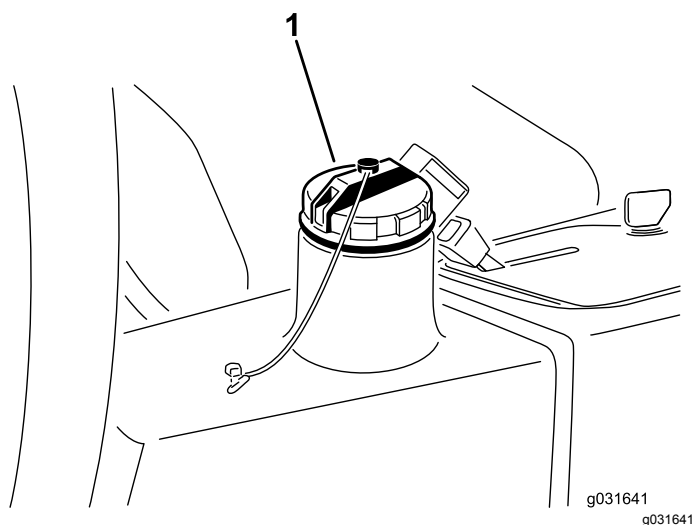

図 62
2. 油圧オイルタンクの注油口とキャップの周辺をきれいに拭く 図 62。
3. オイルタンクのキャップを取る 図 62。